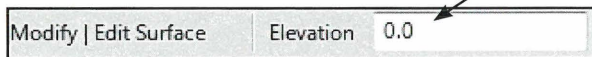

Fig. 10.23 Elevation.
- Sørg for at *Elevation* står på 0,0 (Fig. 10.23).